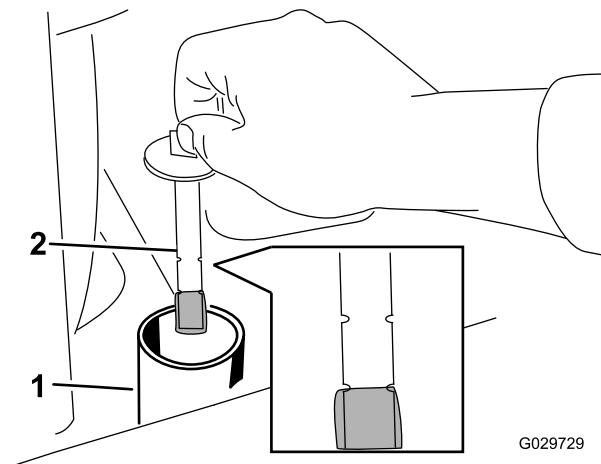

Рисунок 71
8. Снимите крышку заливной горловины и проверьте уровень жидкости с помощью масломерного щупа (Рисунок 71).